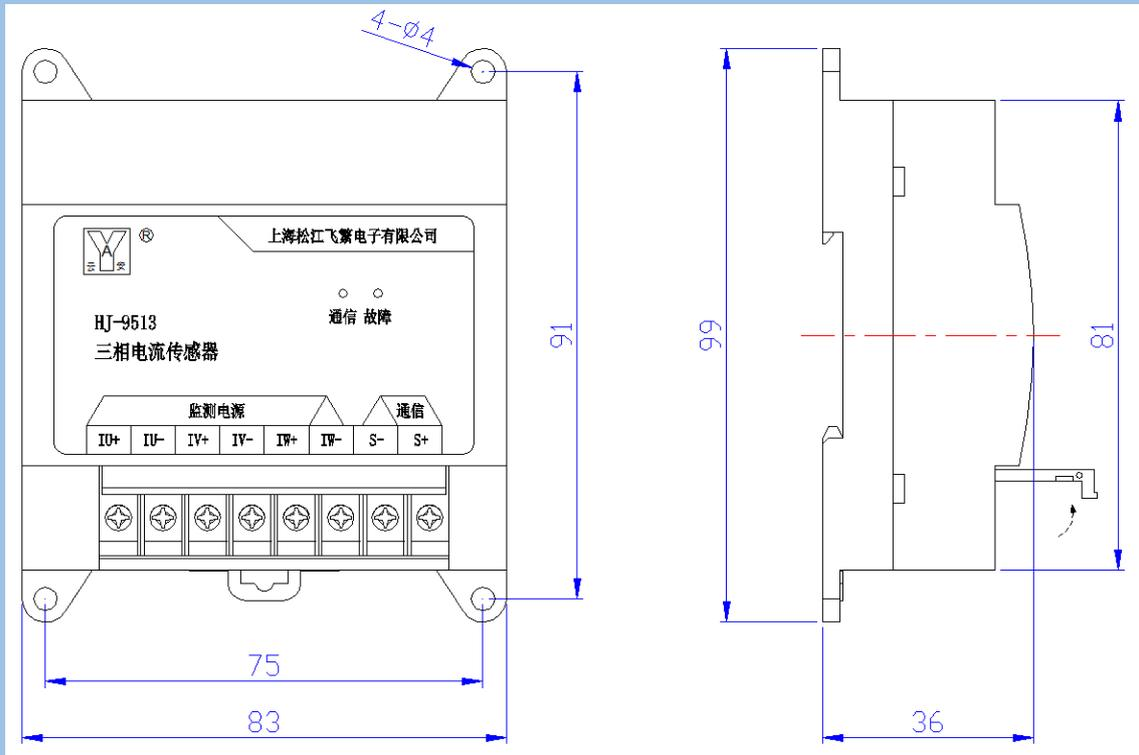

图 1：三相电流传感器-外观尺寸
- (1) 工作电压：DC24V（由控制器的总线提供）。
- (2) 工作电流：静态电流 $\leq 2\text{mA}$ ；报警电流 $\leq 3\text{mA}$ 。
- (3) 通讯方式：二总线。
- (4) 编址方法：采用电子编码方式。
- (5) 监控电流范围：AC 0.50A~5.00A；更大范围需外加电流互感器。
- (6) 监控报警：监控每相电流，当电流超过设定报警值时报过流故障。
- (7) 开关量输入：无。
- (8) 开关量输出：无。
- (9) 使用环境：工作温度 $0^{\circ}\text{C}\sim+40^{\circ}\text{C}$ ；存储温度： $-20^{\circ}\text{C}\sim+70^{\circ}\text{C}$ 相对湿度 $\leq 95\%$ 不结露。
- (10) 外形尺寸：83mm \times 99 mm \times 36mm（如图 1）。
每个接线端子所对应的定义如从传感器上表面所示，如无标注即为空角，如下图 1 所示。